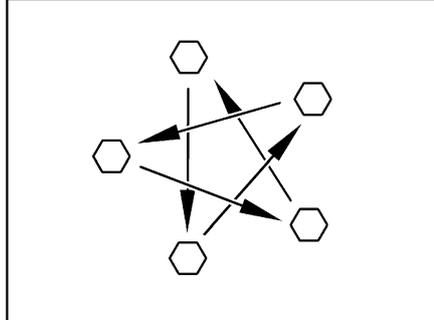

Fig. 158 Serrer en croix les écrous ou les boulons de roue
- Vérifier régulièrement le serrage des écrous ou des boulons de roues. Reserrer alternativement et en croix (Fig. 158) tous les écrous ou les boulons de roue 50 km après le changement d'une roue. Couple de serrage, voir paragraphe 15.5.2.
- ▶ Serrer en croix les écrous ou les boulons de roue (Fig. 158).